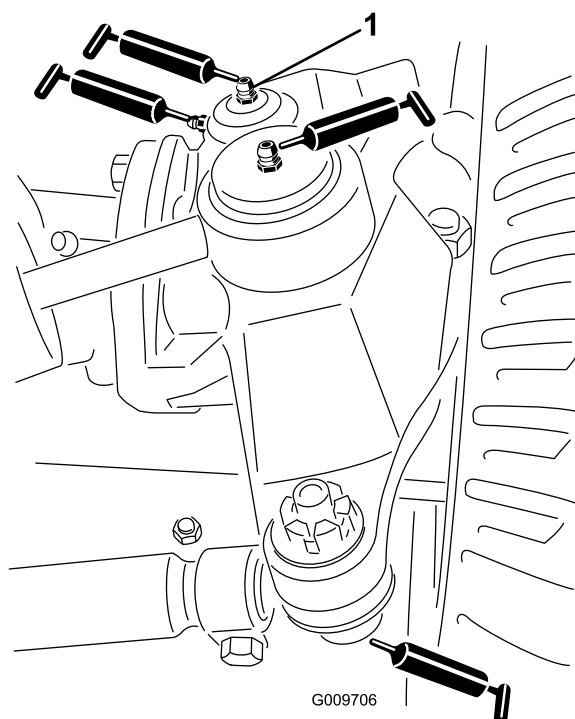

Рисунок 69
- Шаровые опоры гидроцилиндра рулевого управления (2 шт.) (Рисунок 69)
- Шаровые опоры стяжной тяги (2 шт.) (Рисунок 69)
- Втулки поворотных шкворней (2 шт.) (Рисунок 69). **Верхнюю масленку на поворотном шкворне следует смазывать только раз в год (2 хода насоса).**